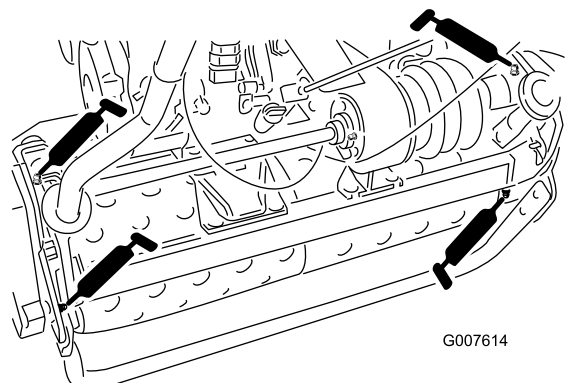

Figure 15
- 2 sur les essieux du tambour (Figure 15)
- 3 sur le différentiel (Figure 15)